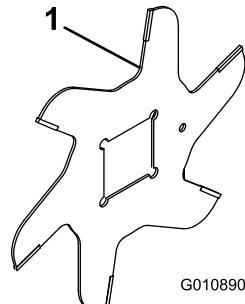

Figura 12
- Monte uma lâmina de cilindro (Figura 12).
- Instale lâmina seguinte no sentido dos ponteiros do relógio de forma a o orifício de referência (Figura 12) não ficar alinhado com o orifício da primeira lâmina por um furo do eixo.